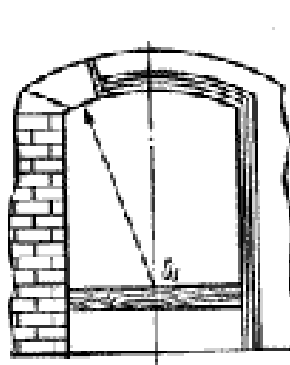
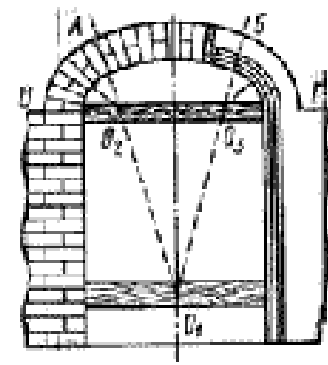

рис.4 Витягування тяг на лучкових арках.
рис.5. Витягування тяг на коробових арках
Витягувати наличник можна за допомогою малки (рис.4 попередня тема)
Лучкові арки (рис.4) витягують з центру (O), розташованого нижче центра пів циркулярної арки. На коробових арках (рис.5) наличники витягують з трьох центрів O_2 , O_3 , а посередині – з центра O_1 .